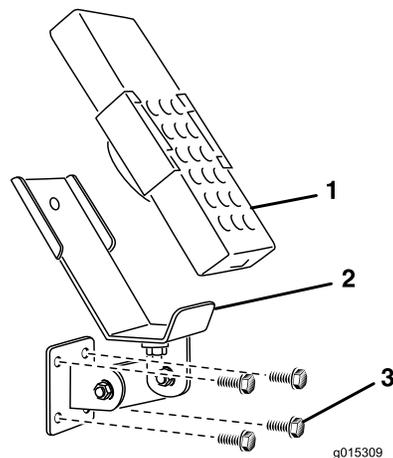
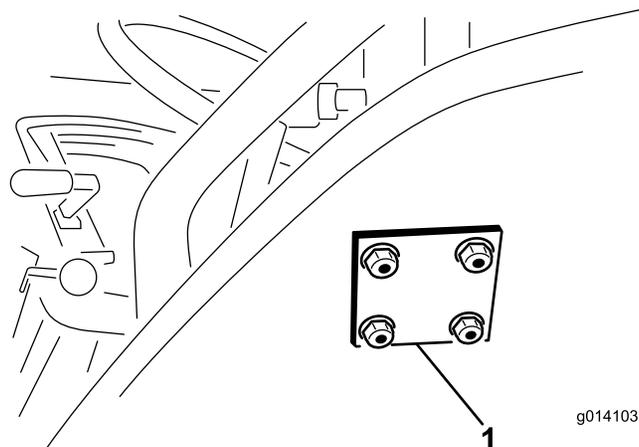

Рисунок 12
Рисунок 13
4. Прикрепите монтажный кронштейн и опорную пластину с помощью четырех болтов с фланцевой головкой на 5/16 x 1-1/2 дюйма и контргайк с фланцевой головкой (Рисунок 12 и Рисунок 13).